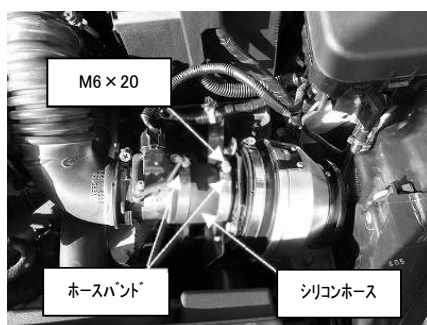

図 12
- 8) エアフロパイプ、組み立てたアタッチメントを車両に取り付けます。図 12 参照